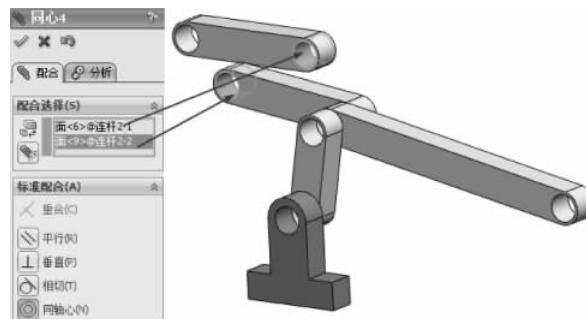

图 3-176 同轴心配合
(8) 选择【标准配合】选项组下的【同轴心】配合类型 ,在【要配合的实体】选择框 中选择如图 3-176 所示的面,其他保持默认,单击【确定】按钮 ,完成同轴心配合。